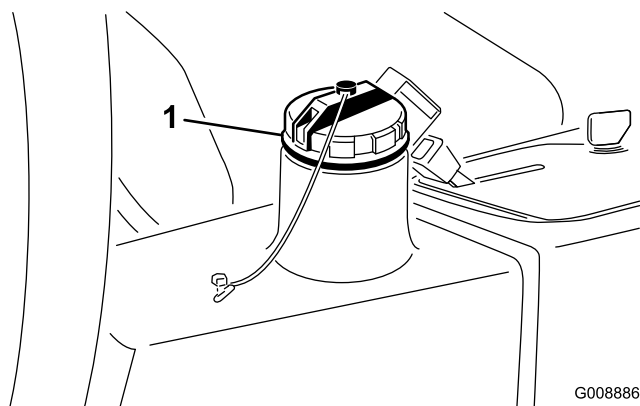

Figura 64
3. Riempite il serbatoio (Figura 64) con 13,2 litri circa di fluido idraulico; vedere Verifica dell'impianto idraulico.